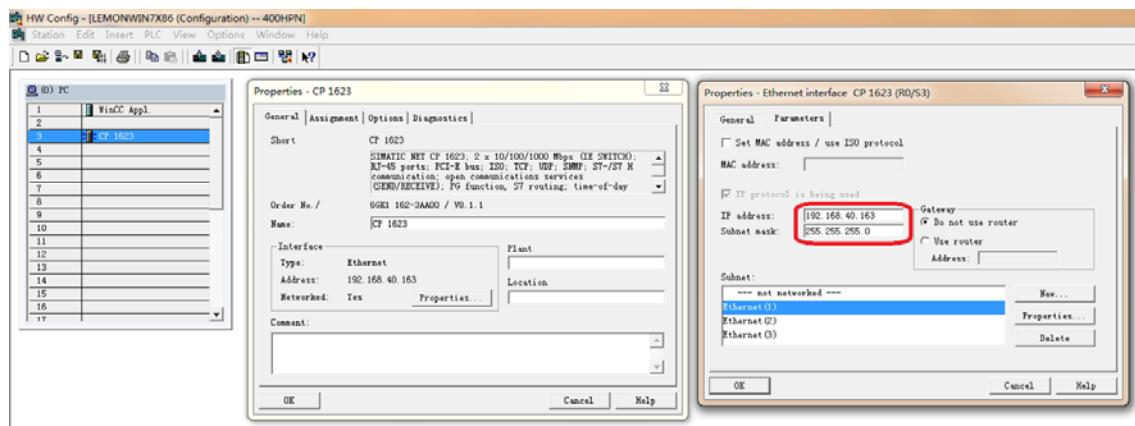

图 4
(B) 在 PC Station 中添加 WinCC Application 和 CP1623, 设置 CP1623 的 IP 地址为 192.168.40.163, 本例中仅使用一块 CP1623 和 S7-400H PN 通信, 如图 4 所示。